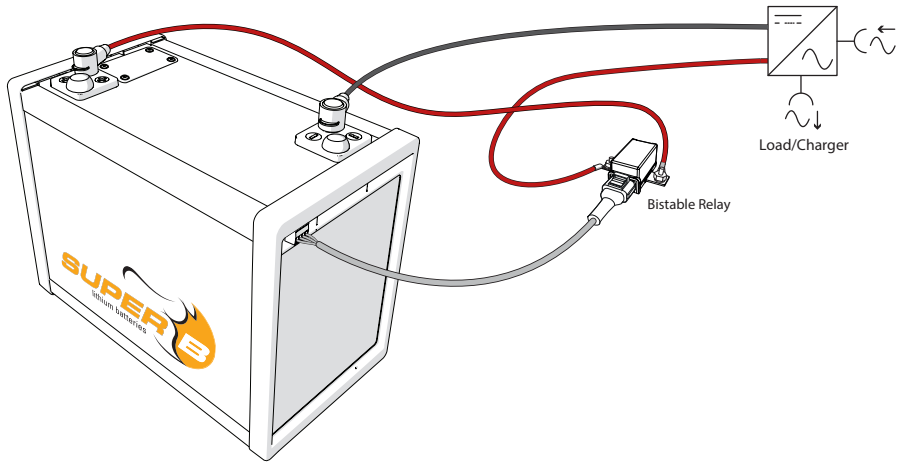

Figure 5. Anschluss eines Kipp-Relais als externe Abschaltvorrichtung
1. Wenn Sie ein Kipp-Relais verwenden, schließen Sie es an den Ausgang Con1 an, wie in Abbildung 5 dargestellt.